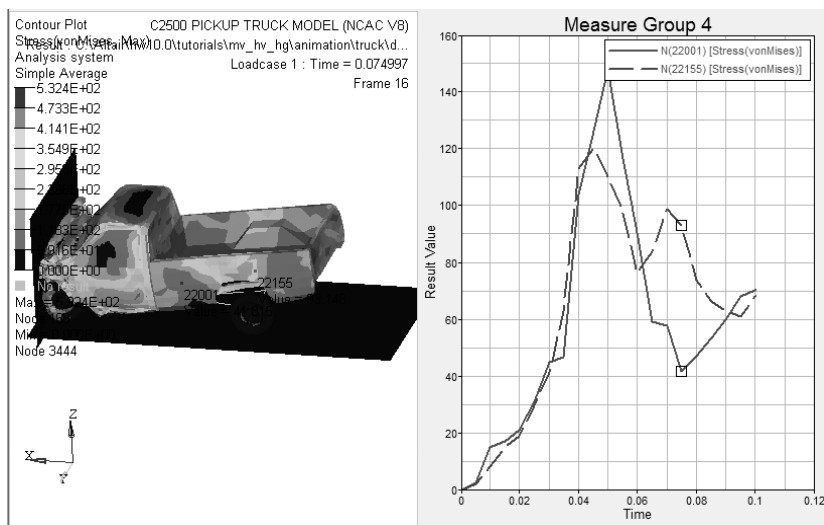

图 13-39 动态更新等效应力测量结果
- (5) 单击 Apply 按钮。Apply 按钮可能被视图控制面板挡住，单击视图面板右侧浅绿色细条，可以关闭视图控制面板。
- (6) 关闭 Plot preview。
- (7) 按下〈Ctrl〉键，选择节点列表中两个节点。
- (8) 将 Place curve on 切换成 New Plot。
- (9) 激活 Live link 选项，此选项将在运行动画时动态更新曲线数值。
- (10) 单击 Apply 按钮，效果如图 13-39 所示。